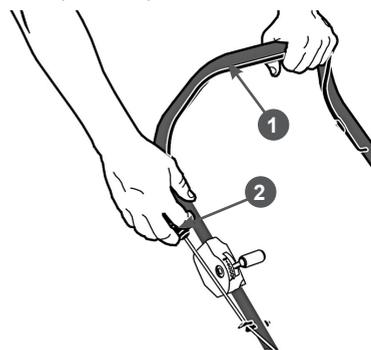

Рис. 17 Запуск двигателя
- Встаньте позади газонокосилки.левой рукой нажмите на рычаг 1 остановки двигателя и удерживайте его, а правой рукой возьмите ручку 2 стартера (Рис. 17).